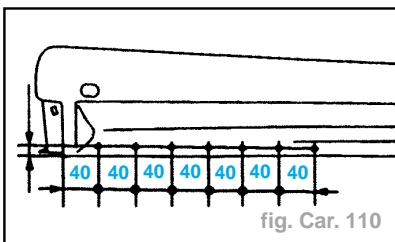

fig. Car. 110
- Tracer puis percer à Ø 6,5 mm pour soudage ultérieur par points bouchons (fig. Car. 110).